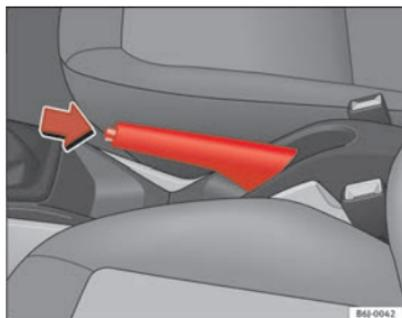

Fig. 103 Travão de mão entre os bancos dianteiros
- Puxe com força para cima a alavanca do travão de mão ⇒ **fig. 103**.
- Puxar a alavanca um pouco para cima, premir o botão de desbloqueio no sentido da seta ⇒ **fig. 103** e fazer descer completamente a alavanca ⇒ **!**.